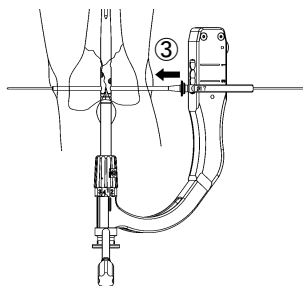

図 23
- ③ デプスゲージの軸側をガイドワイヤー越しに外側から挿入します。(図 23)